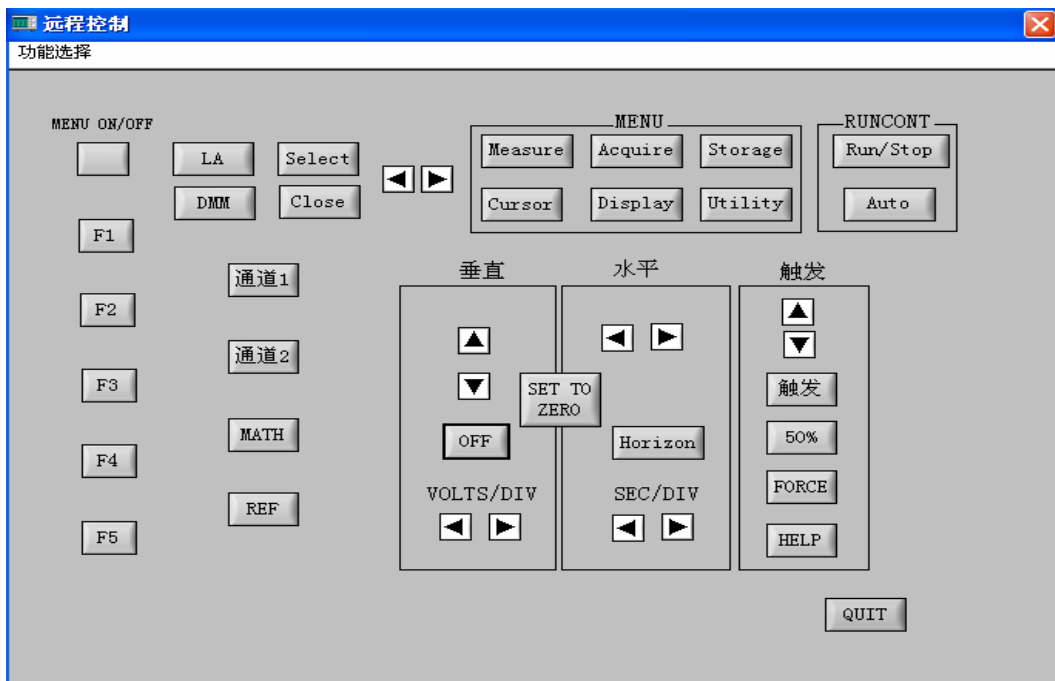

图 3-4
- 进行“远程控制”时，直接单击“远程控制”按钮，指示灯变为“ON”状态，即可进入远程控制模式，如图 3-4 所示：
- 根据图 3-4 虚拟控制面板，按照示波器用户手册，通过各按键可对数字存储示波器进行控制。